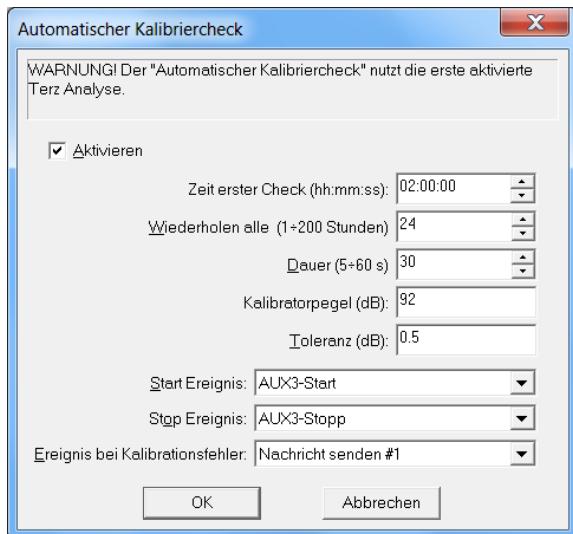

Abbildung 3.6: Konfiguration der Parameter des Automatischen Kalibrierchecks
Speziell für Fernüberwachungen bietet Samurai die Möglichkeit eines zeitgesteuerten, automatischen Kalibrierchecks von Außenmikrofonen und entsprechender Benachrichtigung über das Ergebnis der Überprüfung per E-Mail. Diese Funktion erfordert ein Mikrofon mit einer integrierten elektrostatischen Anrege-Elektrode. Das entsprechende Konfigurationsfenster (Abbildung 3.6) kann über das Hauptmenü **Messhardware -> Automatischer Kalibriercheck** geöffnet werden.
4. Öffnen Sie nun das Fenster in Abbildung 3.6 und treffen Sie Ihre Einstellungen.